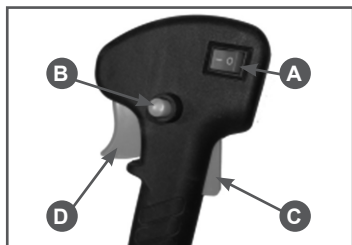

Рис. 11 Рукоятка управления
4. Установите выключатель зажигания А в положение «I» (Рис. 11).
5. Нажмите одновременно на стопорный рычаг С и рычаг газа D. Зафиксируйте рычаг газа в нажатом состоянии кнопкой В (Рис. 11).
9. После запуска переведите рычаг газа в режим холостого хода. Для этого необходимо быстро нажать и отпустить рычаг газа D (кнопка блокировки В при этом освободится) (Рис. 11). Прогрейте двигатель в течение 30 секунд.
4. Переверните устройство свечным отверстием вниз и зафиксировав рычаг газа в нажатом состоянии кнопкой В (Рис. 11), несколько раз сильно и часто дерните за ручку стартера для удаления лишнего топлива из цилиндра.
2. Дайте двигателю поработать без нагрузки в течение 15-20 секунд, затем заглушите двигатель, установив выключатель зажигания А (Рис. 11) в положение «О» (ВЫКЛЮЧЕНО).